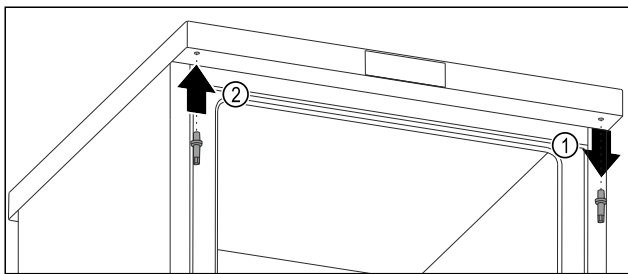

Fig. 12
- ▶ Csavarja ki a felső csapot dugókulccsal. Fig. 12 (1)
- ▶ Csavarozza fel a csapot a másik oldalra dugókulccsal. Fig. 12 (2)